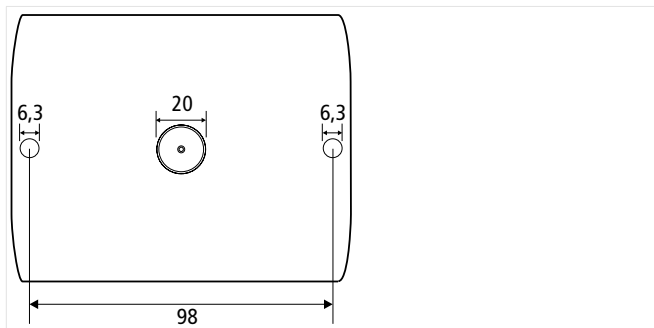

Abb. 3: Rückansicht
- Die Montagelöcher am Montageort bohren (siehe Abb. 3), dabei auf die richtige Ausrichtung der Kabeleinführungen achten.